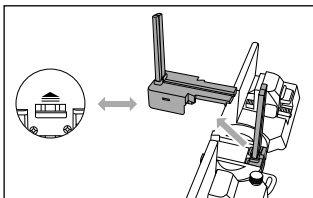

Abb. 7
- ◆ Halten Sie das Produkt mit der Oberseite nach oben und drücken Sie den Arretierhebel **11** in Pfeilrichtung ➡, um das Schneidführungselement B **10** zu entnehmen (siehe Abb. 7).
- ◆ Entnehmen Sie das Schneidführungselement A **9** (siehe Abb. 7).